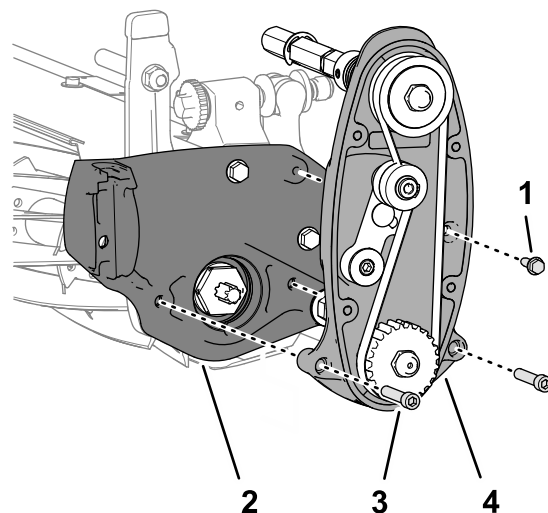

Bild 7
3. Entfernen Sie die beiden Innensechskantschrauben (5/16" x 1 1/2") von den beiden Sicherungsmuttern (unverlierbar in der Seitenplatte gehalten), mit der die Rollenbaugruppe an der Seitenplatte des Mähwerks befestigt ist, und entfernen Sie den Rollentrieb (Bild 7).